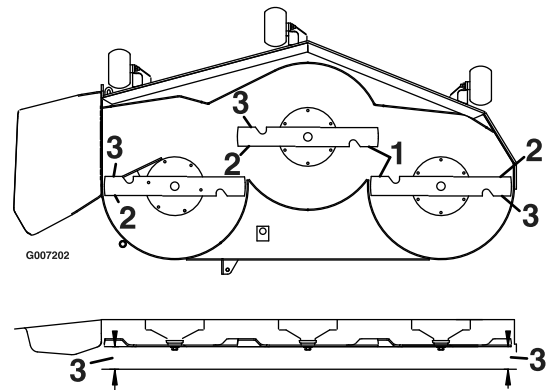

Figura 43
5. Mida entre los bordes de corte exteriores y la superficie plana (Figura 43). Si hay una diferencia de más de 3/16 pulgada (5 mm) entre ambas
9. Gire cuidadosamente las cuchillas colocándolas perpendicularmente al sentido de avance de la máquina (Figura 43).